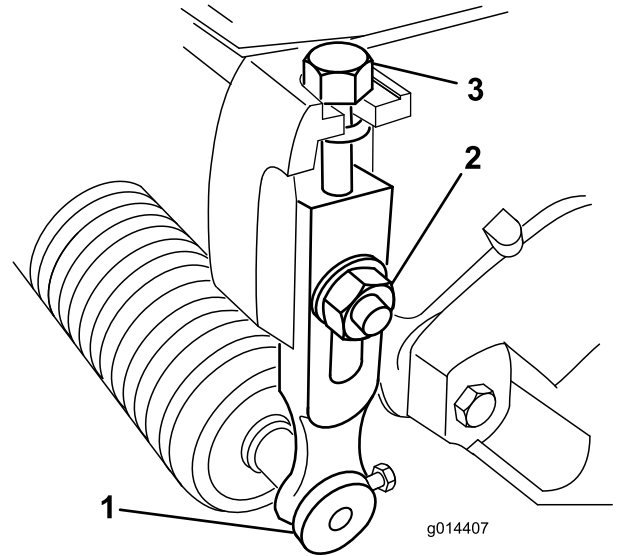

图9
1. 松开将剪草高度臂固定到滚刀组侧板上的锁紧螺母（图9）。